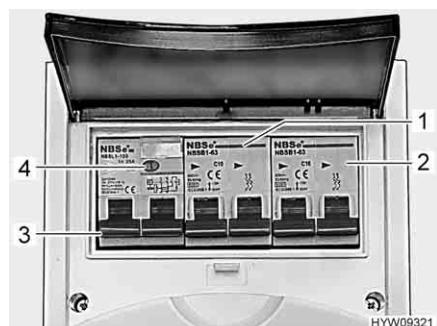

Fig. 113 Interruttore di sicurezza e interruttore automatico FI (scatola dei fusibili a 230 V)
Un interruttore di sicurezza per correnti di guasto (interruttore automatico FI) (Fig. 113,3) nella scatola dei fusibili protegge l'intero veicolo da correnti di guasto (30 mA).
L'interruttore di sicurezza collegato in serie (10 A) (Fig. 113,1) protegge le prese da 230 V, la centralina elettrica, il caricabatteria supplementare e il frigorifero.
Per veicoli con accessori opzionali, p. es. l'impianto di climatizzazione a tetto, un ulteriore interruttore di sicurezza (16 A) (Fig. 113,2) protegge l'apparecchio.
- Se il veicolo è collegato all'alimentazione a 230 V, premere il tasto di controllo (Fig. 113,4). L'interruttore di sicurezza per correnti di guasto (FI) deve scattare.